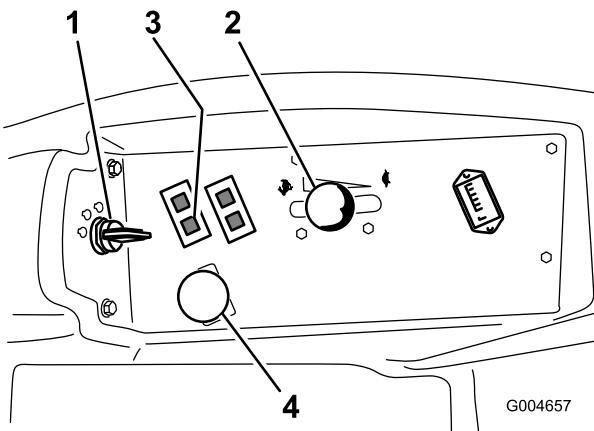

Figura 18
5. Ponga la palanca del acelerador en un punto intermedio entre las posiciones Lento y Rápido (Figura 18).